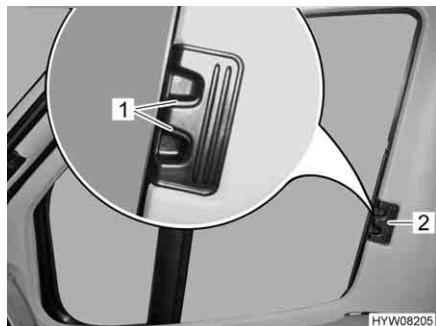

Fig. 4 Bloccaggio delle tendine oscuranti pieghevole per il finestrino del conducente/passeggero
- Inserire la tendina oscurante pieghevole per la maniglia (Fig. 4,2) fino all'arresto.
- Fare innestare le maniglie di sbloccaggio (Fig. 4,1).